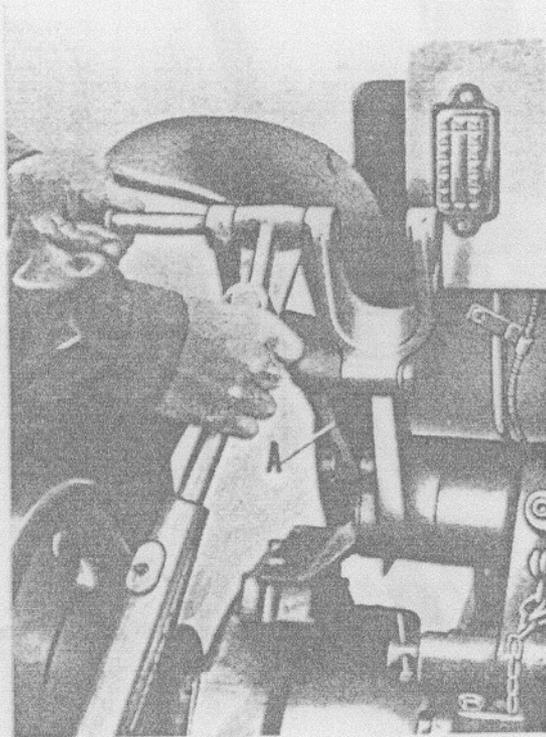

Fig. 21
- A écarter les tirants télescopiques verticaux en accolant les pièces A (fig. 21) aux bras de relevage.